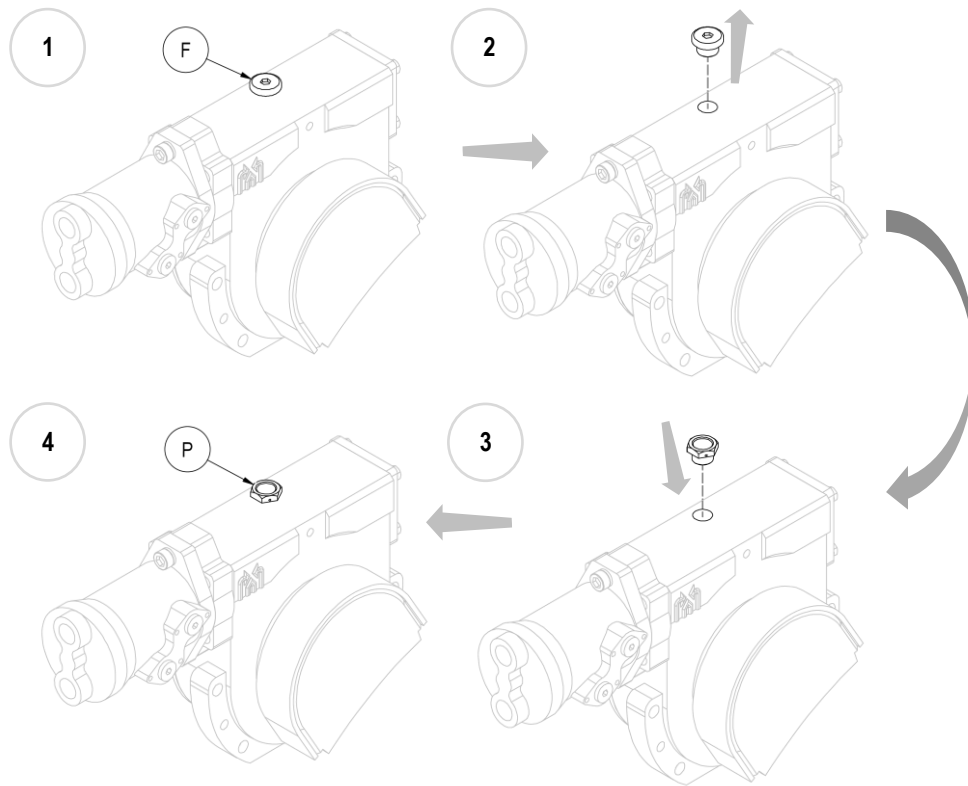

Abbildung 10
10. **Bitte beachten:** Wenn das Gerät montiert ist, müssen Sie vor dem Gebrauch erst den Blindstutzen für die Öleinfüllung aus Eisen (F) mit dem mitgelieferten Füllstutzen aus Kunststoff (P) mit Entlüftungsschraube austauschen (siehe *Abbildung 10*).